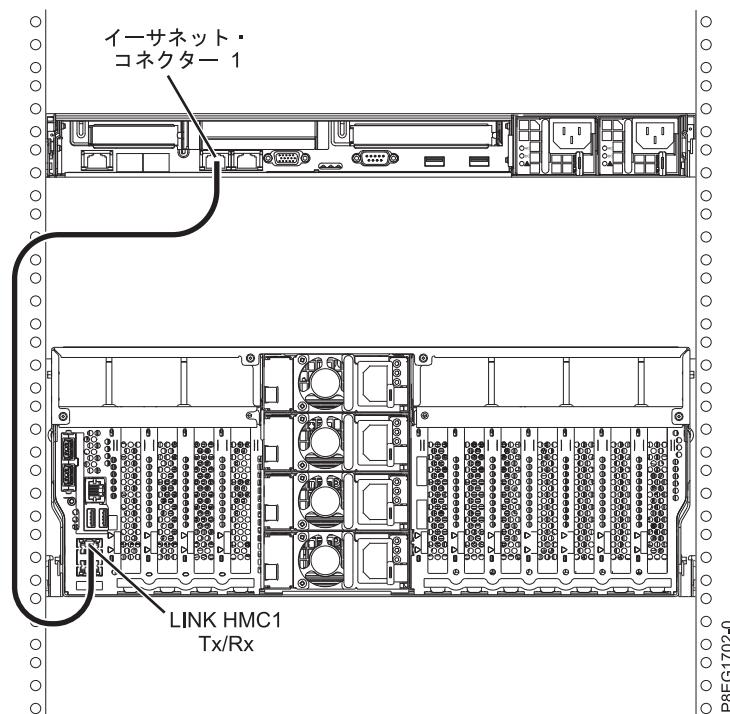

図 17. 管理対象システムへの HMC の取り付け
1. HMC を管理対象システムに直接接続する場合は、HMC の イーサネット・コネクター 1 を管理対象システムの HMC1 ポートに接続します。図 17 を参照してください。